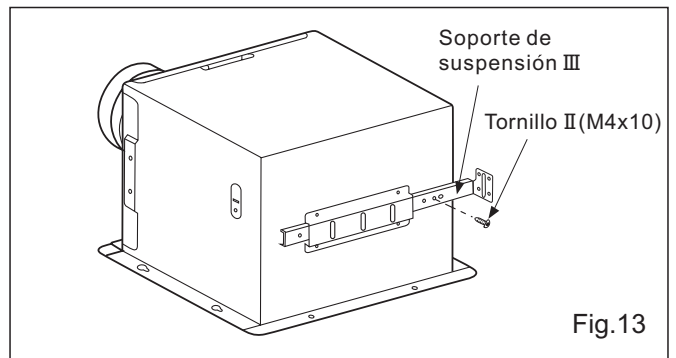

Fig.13
2. Conecte el Soporte de suspensión IV al cuerpo del ventilador. (Fig. 13) (Seleccione el agujero revisando el tamaño de la viga I, fije el Tornillo al agujero del marco)